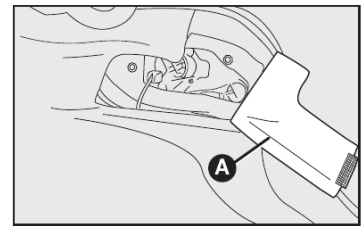

fig. 39
1) Por dentro do porta-malas, puxar a lingueta no carpete **A-fig. 39**.